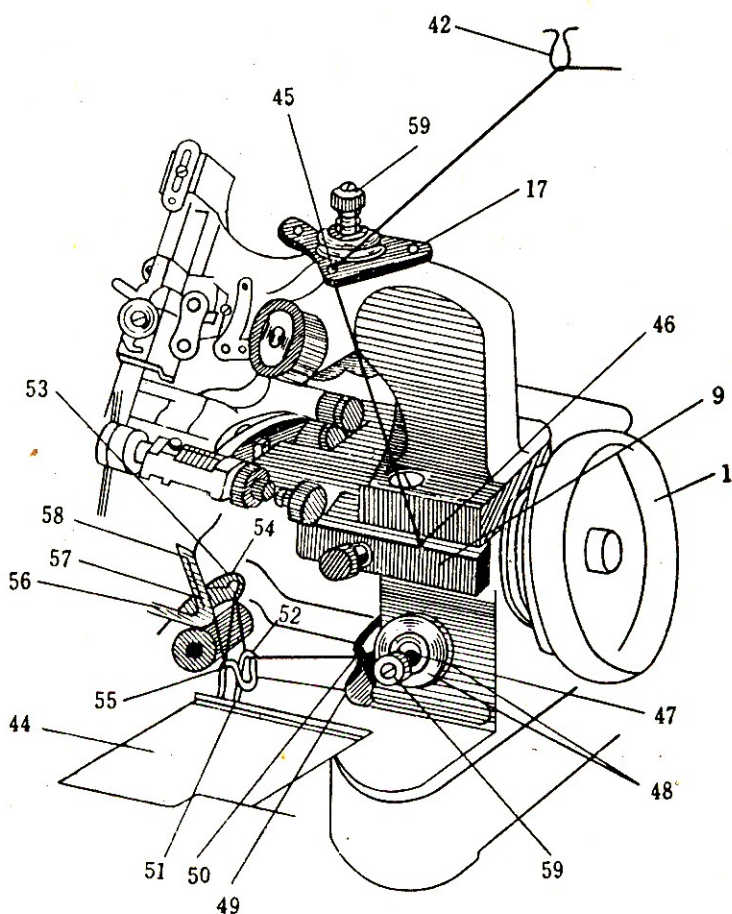

图 9
8. 大弯针穿线方法：（参阅图9）
8. Threading for the Big Looper (see Fig.9)